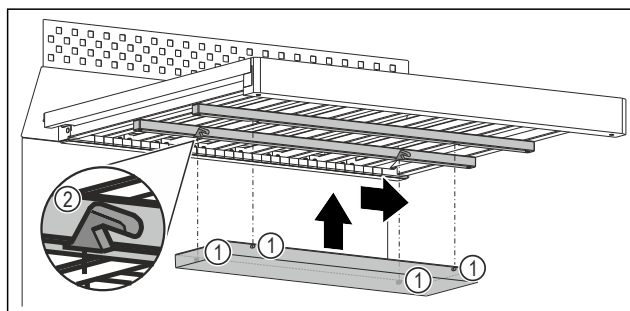

Fig. 159 Примерное изображение
- Установите каждый штифт Fig. 159 (1) в соответствующую выемку Fig. 159 (2) на направляющих под деревянной решеткой.